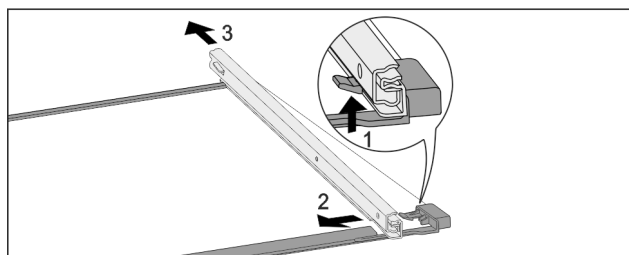

Fig. 71 Стъклена плоча с релси
- ▶ Натиснете нагоре предните фиксиращи палци. Fig. 71 (1)
- ▶ Плъзнете изтеглящата релса настрани Fig. 71 (2) и назад Fig. 71 (3).